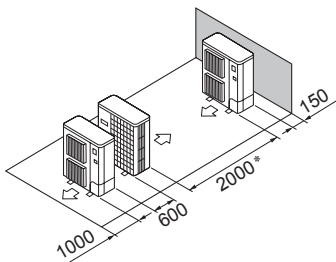

Fig. 2-13
- ⑤ Einzelanlagen in paralleler Anordnung (Fig. 2-13)